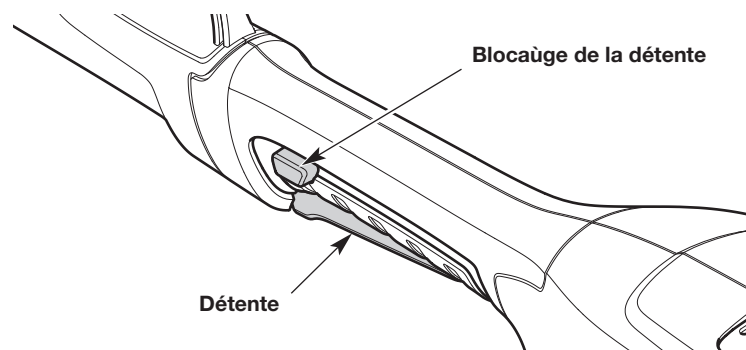

Fig. 10
1. Appuyer sur le blocage de la détente et le maintenir enfoncé (Fig. 10).
2. Maintenir le blocage de la détente enfoncé. Presser et maintenir la détente enfoncée pour démarrer l'appareil (Fig. 10).
1. Relâchez la détente (Fig. 10).